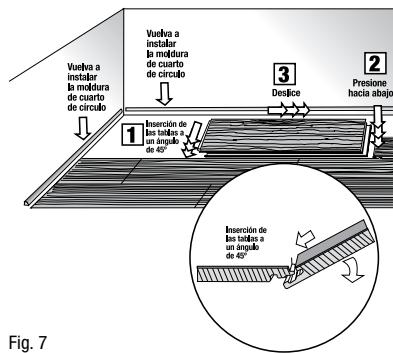

Fig. 7
3. Cambie la tabla dañada por una nueva. Vuelva a ensamblar el piso (Fig. 7).